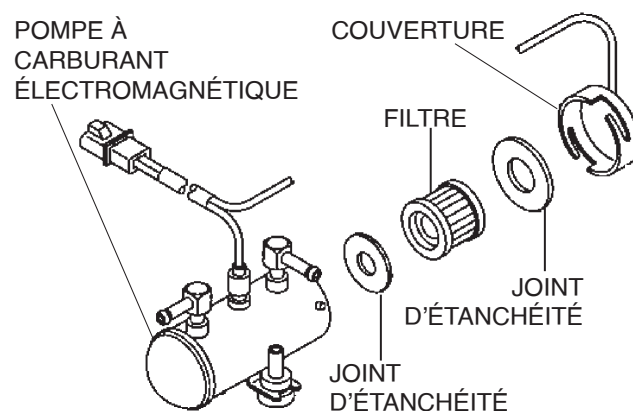

Figure 66. Pompe à carburant électromagnétique
Le filtre à l'intérieur de la **pompe à carburant électromagnétique** (Figure 66) est soit un filtre en papier, soit un filtre à mailles en acier, selon le type de pompe à carburant. Nettoyez ou remplacez le filtre de la pompe à carburant comme suit :
4. Retirez le **filtre** et les **joints** d'étanchéité (Figure 66) du boîtier de la pompe à carburant.